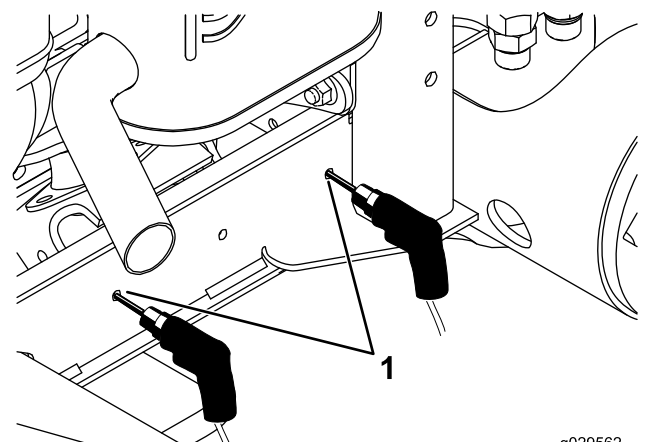

Figure 5
6. Retirez le boulon et l'écrou qui fixent le collier et le support d'aile au cadre (Figure 5).
7. Percez 2 trous de 7,13 mm de diamètre dans le profilé du cadre (Figure 5) aux emplacements repérés à l'opération (5).